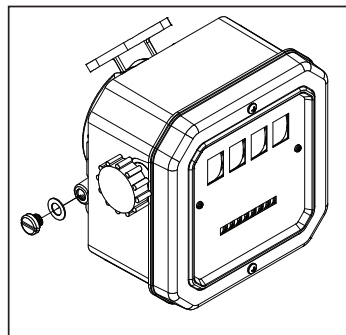

Figura 4
- a. Obtenha acesso ao parafuso de calibração embutido, girando a tampa do parafuso de calibração e vedando no sentido anti-horário. Retire a tampa e a arruela de nylon. (Figura 4)